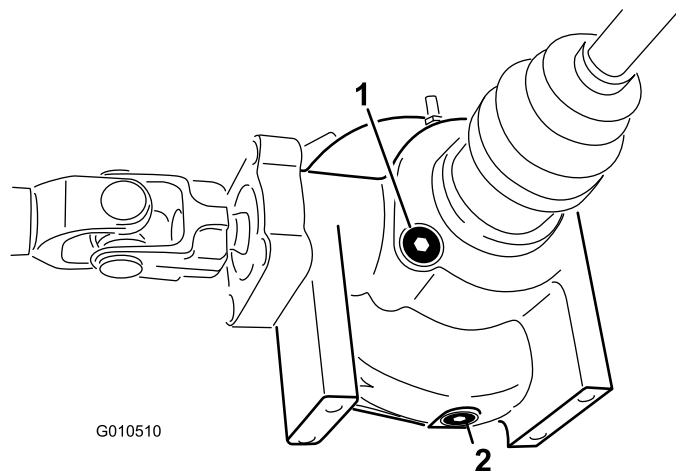

図 54
2. デファレンシャル側面にあるドレン・プラグの周辺をウェスできれいにぬぐう(図 54)。ドレン・プラグの下にオイルを受ける容器をおく。